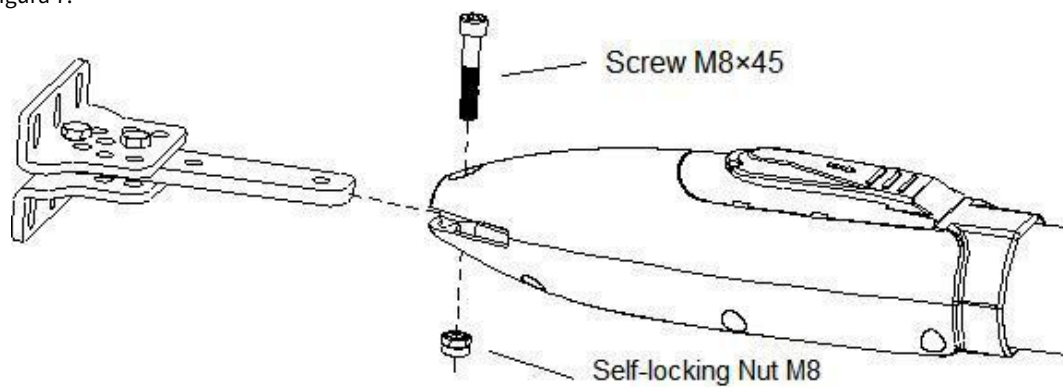

Figura 7
D) Conecte la máquina principal con los soportes de conexión de pernos y tuercas como se muestra en la Figura 7.